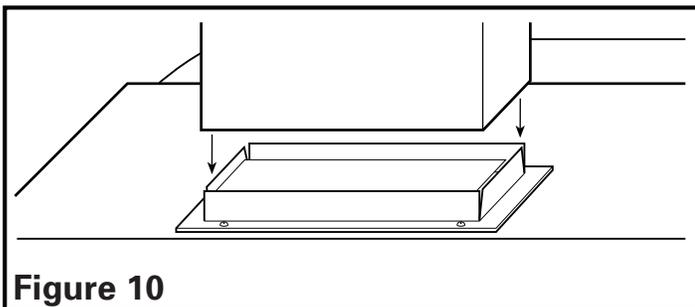

Figure 10
1. Reliez le conduit au raccord et à l'adaptateur de la hotte. Scellez les joints à l'aide d'un ruban adhésif (Figure 10).